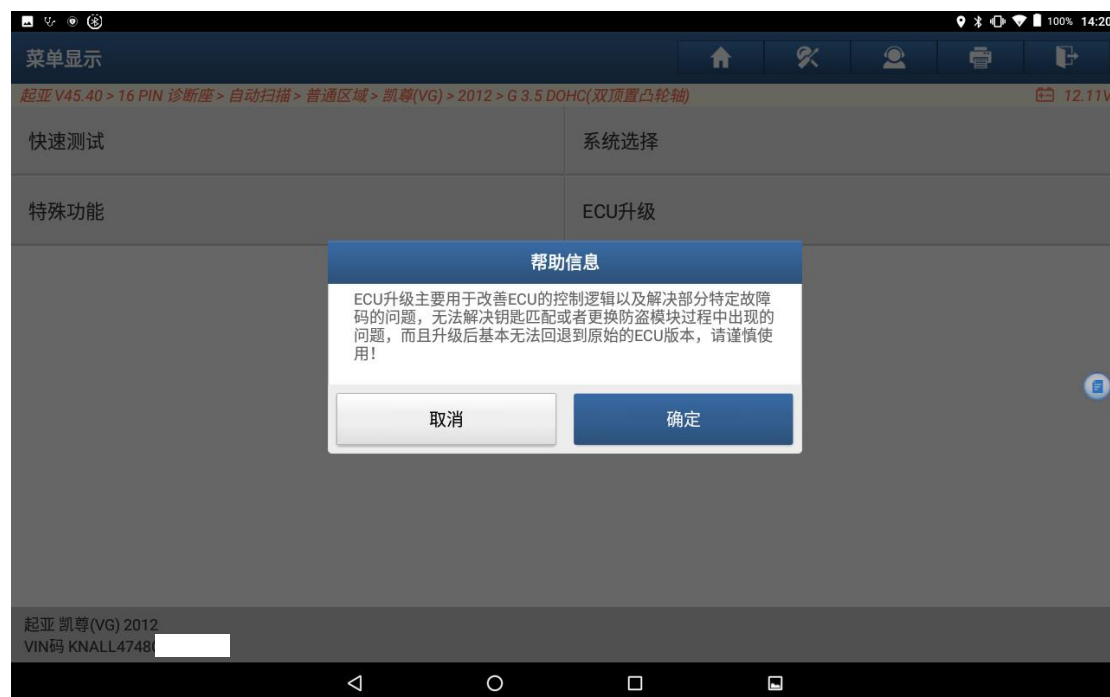

图 4
4. 选择【ECU 升级】功能，弹出 ECU 升级的确认信息，如果确认继续使用 ECU 升级功能，点击“确定”，如图 4；